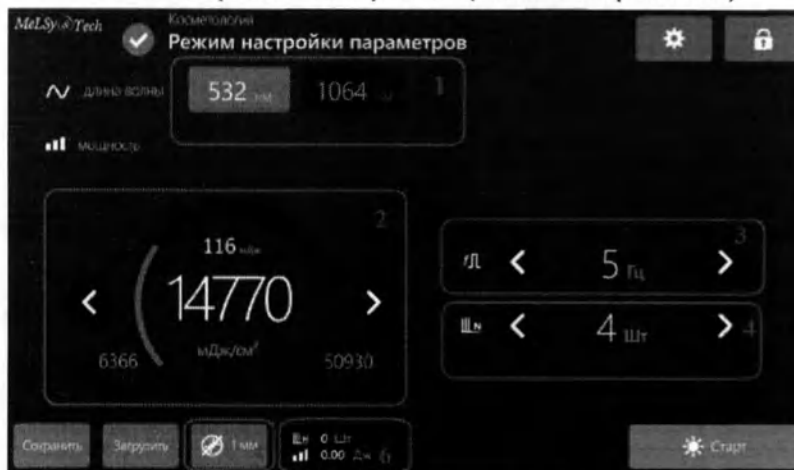
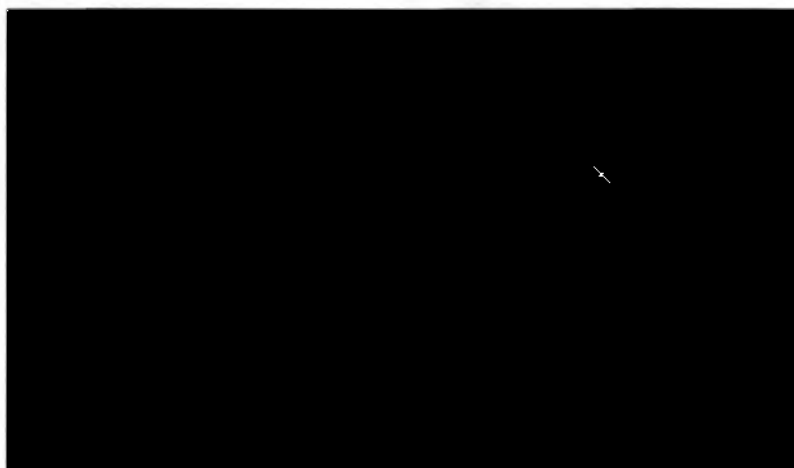

Рис.10.2 – Настройка параметров
Рис.10.3 – Сброс значений энергии и количества импульсов
- Выбор длины волны (Поле 1 на рис.10.2);
- Установка энергии/плотности энергии (Поле 2 на рис.10.2);
- Установка частоты следования импульсов (Поле 3 на рис.10.2);
- Установка количества импульсов (Поле 4 на рис.10.2);
- Установка диаметра пучка лазерного излучения на выходе манипулы (Поле 5 на рис.10.2);
- Отображение количества энергии и импульсов (Поле 6 на рис.10.2).
10.4. Во время проведения процедуры в Поле 6 на рис.10.2 отображается суммарное количество энергии и импульсов за одну процедуру. Для сброса значения необходимо нажать на кнопку поля и в появившемся окне подтвердить действия, нажав на «Сбросить», как показано на рис.10.3.